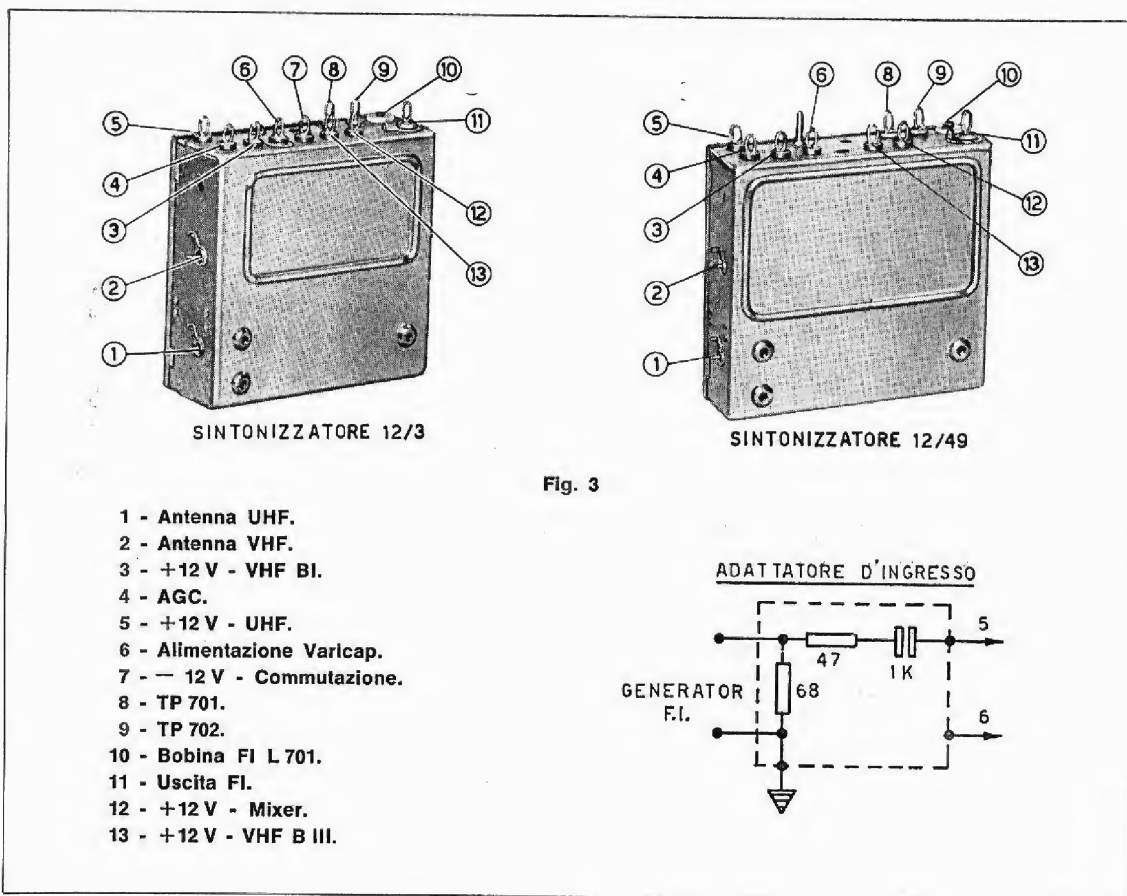

Fig. 3
- 3 - TP 701 (vedi particolare a fig. 3).